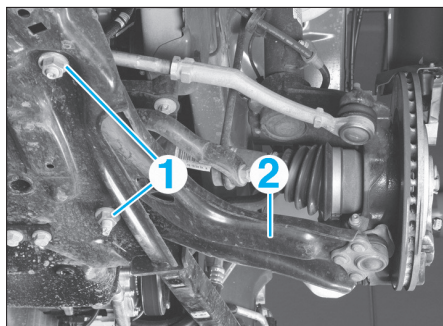

FIG. 19
- les écrous (1) de fixation inférieurs du triangle (2) (Fig.19).